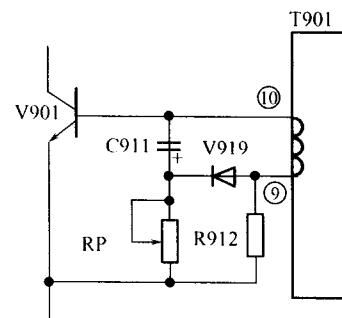

图 1-5 福日 HFC - 2176 脉宽调制等效电路
(2) C911 不良导致输出电压升高的原因:T901 的①、⑫脚为初级绕组,⑩、⑨脚为正反馈绕组,⑧、⑦脚为取样绕组,V904 及外围件组成误差放大电路;V902、V903 和 C911 组成脉宽调制电路,其中 V903 相当于一只可变电阻,当电源电压升高时,其导通深度加强,e、c 间阻值变小,反之则变大。C911 在脉宽调制电路中的作用是(等效电路如图 1-5 所示),RP 为 V903e、c 间的等效电阻。设在 V901(电源开关管)截止期间,C911 充得下正、上负的电压值为 V_c ,在 V901 导通期间,⑩、⑨脚产生的自感电动势为 V_L (V_L :⑩脚为正,⑨脚为负),且流过 V901 的基极电流为 0,则在 V901 导通期间,一方面正反馈绕组产生的⑩脚正⑨脚负的自感电动势 V_L 经 T901 的⑩脚→V901 的 b→V901 的 e(地)→R912→T901 的⑨脚,另一方面,C911 在 V901 截止期间所充得的下正上负的电压 V_c ,经 RP→R912→绕组⑨、⑩脚放电。设 V901 的基流为 0,故加在 V901b、e 间的电压 $V_{be} = V_L - (V_L + V_c)/(RP + R912) \times R912$ 由上